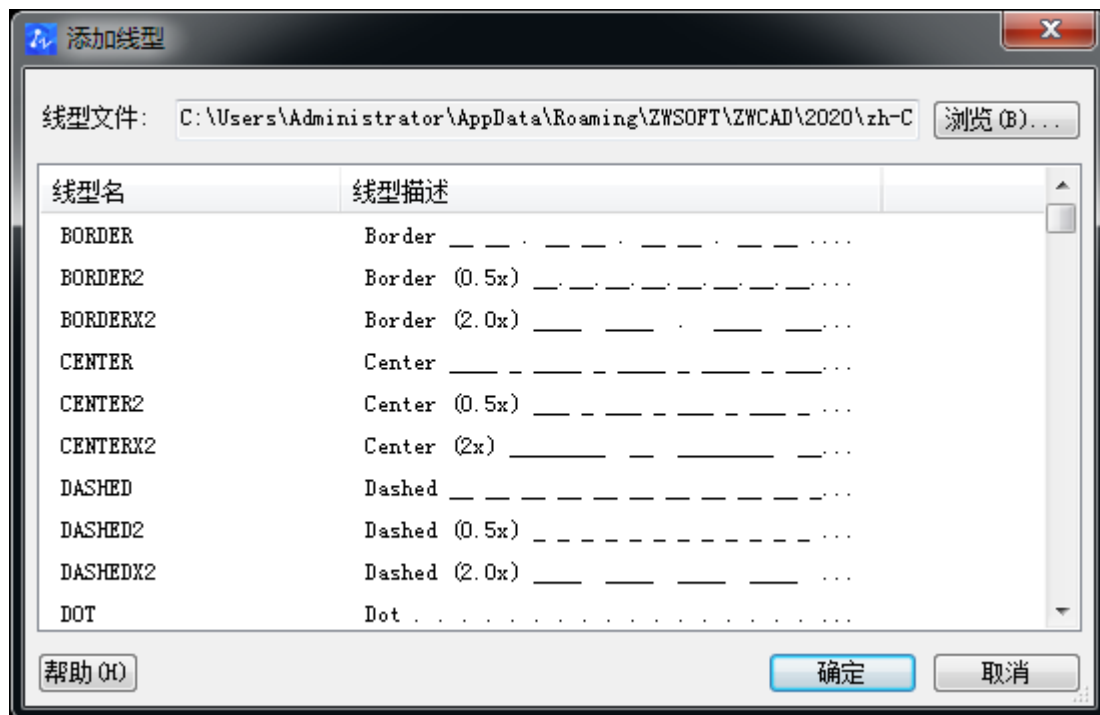

图 5-16 线型列表框
- 2) 当要选择另外的线型时, 就点击【加载】按钮, 弹出如图5-16线型列表。